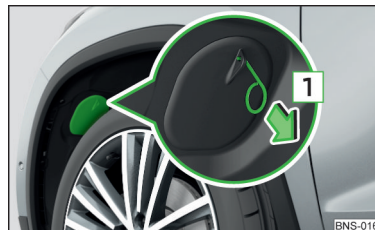

Fig. 372
- Aduceți roțile din față într-o poziție care să vă permită accesul la apărătoarea din pasajul roții față » fig. 372.
- Introduceți capacul și presăți-l în deschiderea aferentă » fig. 372. Capacul trebuie să se fixeze bine.